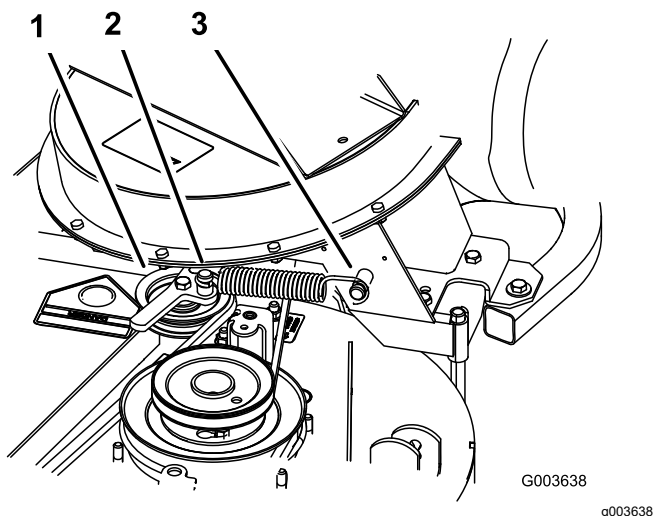

Figura 44
6. Instale el muelle según se muestra en Figura 44.